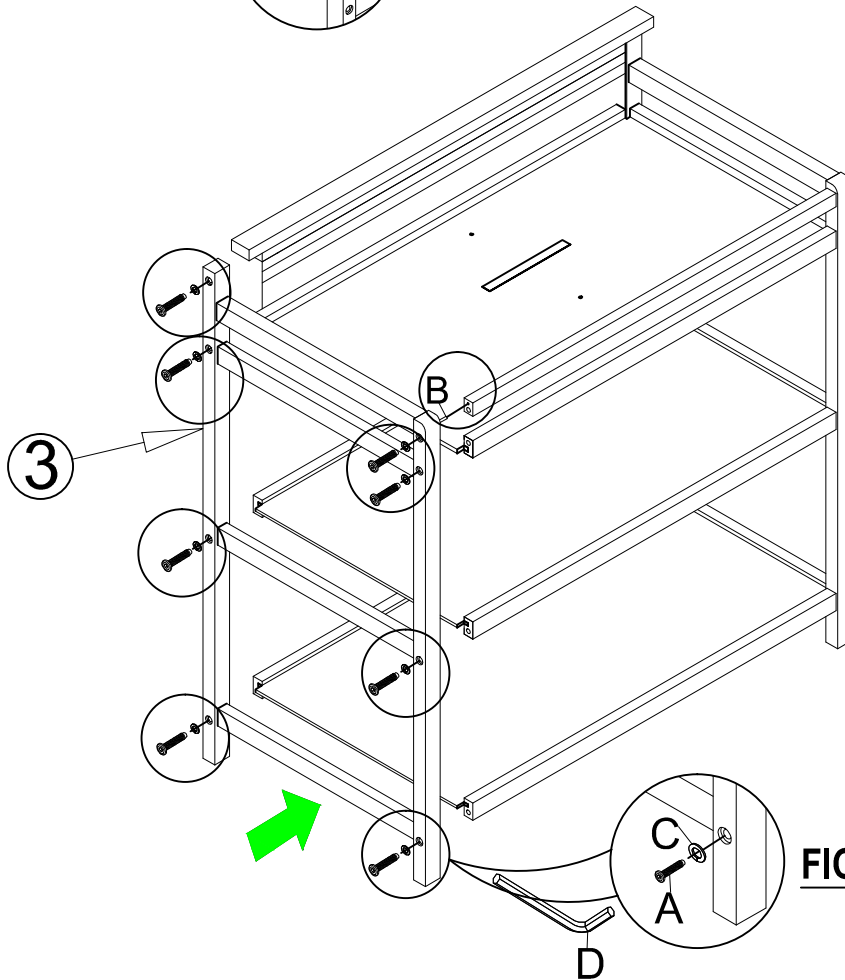

FIG.2:
Attacher une broche métallique (B) au cadre latéral droit (2), comme illustré à la Fig. 2.
Assembler le tout au cadre latéral gauche (3) à l'aide des vis à six pans (A) et des rondelles élastiques (C), comme indiqué à la Fig. 2. Serrer toutes les vis à l'aide de la clé Allen (D).